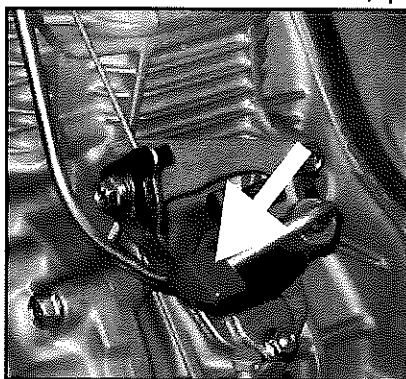

Fig.5 (P3500 - P4500)
- 2) Abbassare la levetta del dispositivo alzavalvole posto sul motore, come indicato nelle figure 5 e 6.